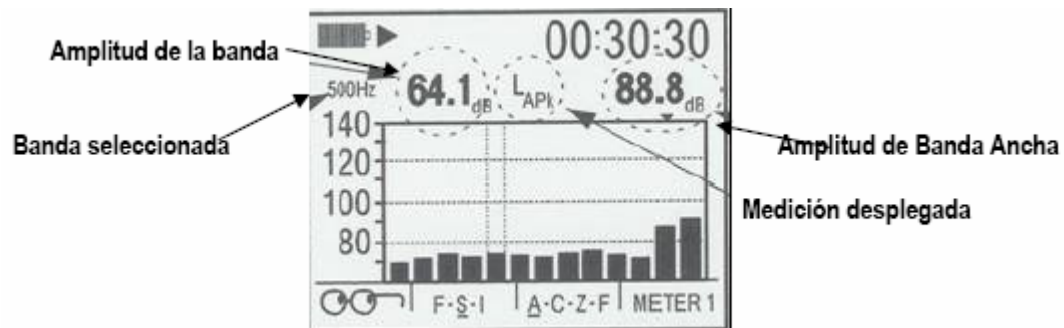

Figura 7-5: Pantalla de Barra Gráfica de Filtros
La Figura 7-5 muestra la pantalla de barra gráfica para análisis de bandas de octava. Esta aplica para los instrumentos equipados con filtro. Para tercios de banda de octava existen tres veces más barras gráficas.
- Región de Botones ~ Las últimas dos barras a la derecha representan la medición en banda ancha de los dos medidores, con las mediciones del Medidor 2 la más a la derecha. Las mediciones de banda ancha se proporcionan numéricamente en el medidor seleccionado (Ver la localización en la Figura 7-5) Una marca arriba de la barra de banda ancha indica el medidor actual en la pantalla (el Medidor 1 en este caso)
- Filtros de Bandas ~ Puede seleccionar la vista de la amplitud numérica de una banda (ver la localización en la Figura 7-5) Las líneas punteadas verticales enmarcan la barra seleccionada. Oprima ◀▶ para seleccionar la frecuencia.